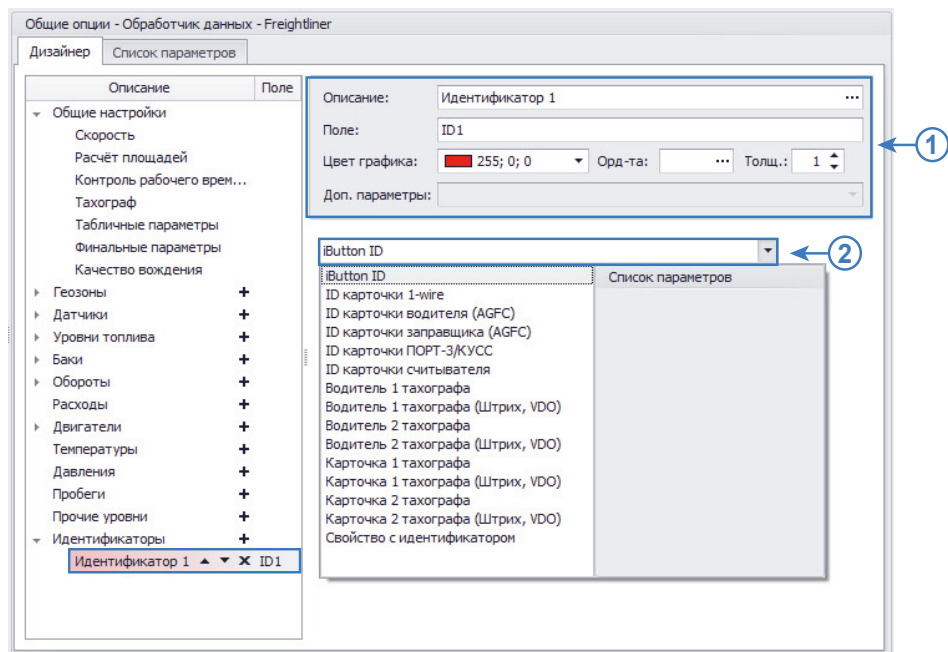

Рис.63. Настройка группы параметров «Идентификаторы».
- Затем для этого параметра необходимо настроить описание, поле, цвет диаграммы (Рис.63, п.1).
- Далее в выпадающем списке необходимо выбрать запись бортового контроллера «АвтоГРАФ» для отображения (Рис.63, п.2). В выпадающем списке доступны следующие записи: